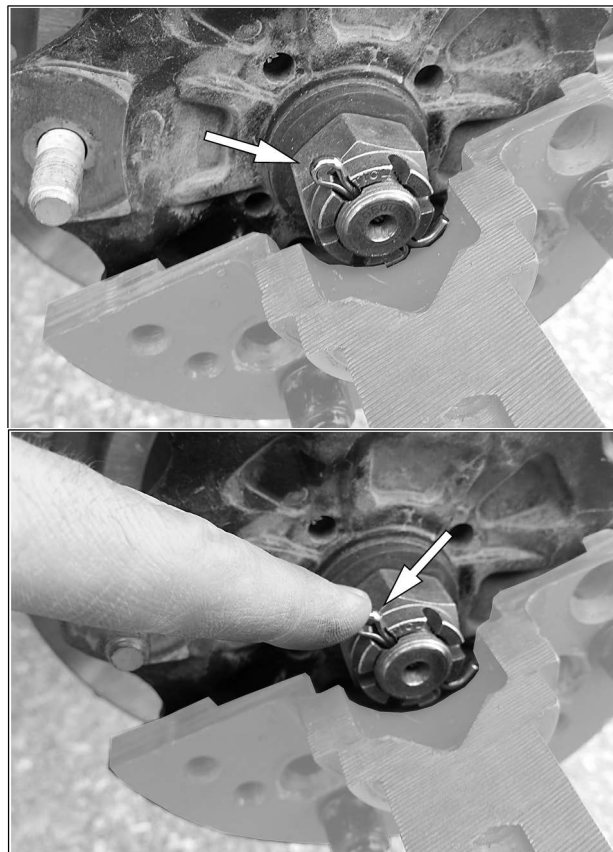

Fig. 19
9. Modifier la position de la goupille fendue pour éviter toute interférence lors de l'assemblage du moyeu du système. Le moyeu du système de traction doit se positionner sans résistance au moyeu du véhicule. Voir la Fig. 19